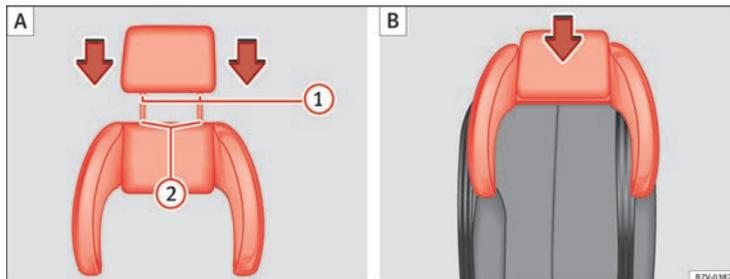

Fig. 30 Siège intégré pour enfants : placer l'appuie-tête sur le cale-nuque (A) et monter (B).
- Insérez les tiges de guidage ⇒ fig. 30 **(1)** de l'appui-tête dans les orifices du cale-nuque **(2)**.